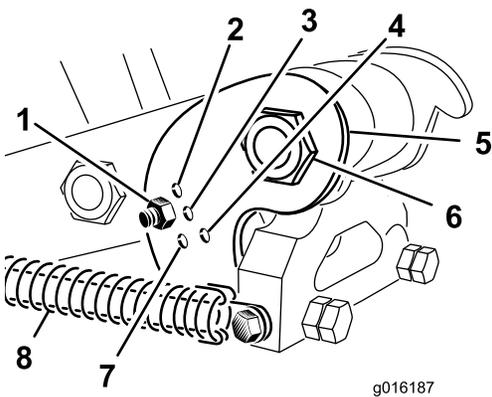

Рисунок 37
Установите дугообразный кронштейн (Рисунок 37) в надлежащее положение, исходя из длины используемых зубьев. Упор вала устанавливается в одно из пяти предусмотренных положений путем выбора отверстия, через которое пропускается регулировочный стержень. Эти отверстия обеспечивают только предварительную установку; например, используя 10-дюймовый зуб в том же положении, что и 12-дюймовый, можно получить более гладкий газон; все зависит от условий применения.
3. Снимите пружину растяжения с аэраторного вала (Рисунок 37).
- Извлеките гайку и болт из регулировочных отверстий в дугообразном кронштейне (Рисунок 37).
- Поворачивайте дугообразный кронштейн, пока он не совместится с требуемым отверстием в рычаге, и установите болт и гайку (Рисунок 37).